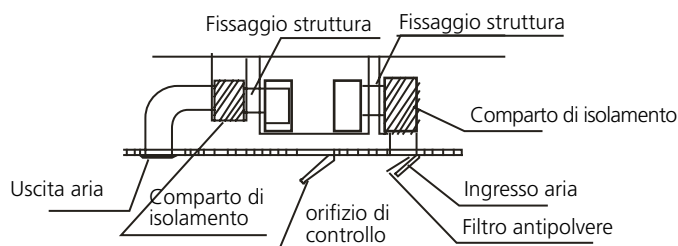

**Fig. 4.9**
9. Montare l'unità da interno sui bulloni di sospensione usando gli elementi di blocco appropriati. Posizionare in piano l'unità da interno, verificando l'allineamento con una livella, per evitare possibili perdite. (Ved. Fig. 4.9).